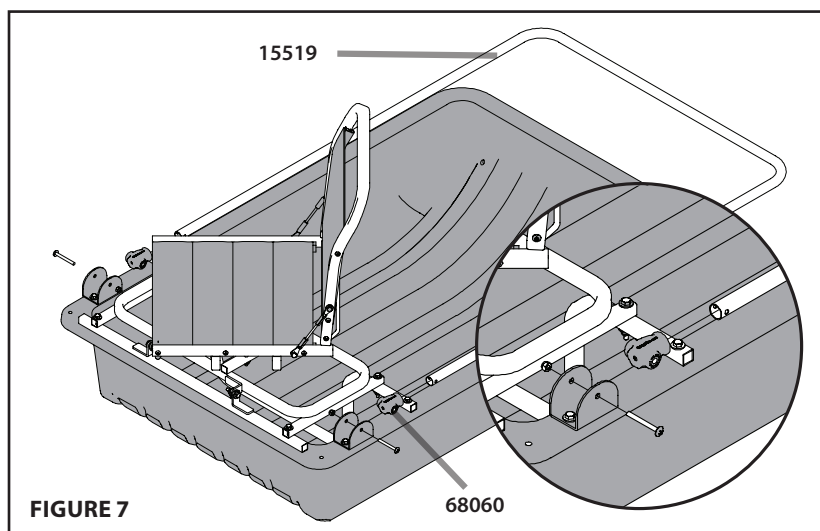

FIGURE 7
7. [FIGURE 7]
Poser les capuchons de montant (68060) sur l'arceau d'armature (15519). Enfoncer chaque capuchon de montant sur une extrémité de l'arceau d'armature en veillant à bien aligner les trous des deux pièces. À l'aide de deux (2) vis PHT de 1/4 - 20 x 2-1/4 po (69279) et deux (2) écrous Nyloc (67538), assembler l'arceau d'armature (15519) et les charnières (21980) comme sur la Figure 7.